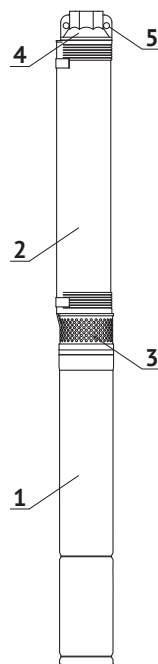

Рис. 1
Насос (рис. 1) состоит из электродвигателя (1) и проточной части (2). Корпус насоса выполнен из нержавеющей стали. Проточная часть — центробежного типа. Рабочие колеса — «плавающие», выполнены из высокопрочного, изностоустойчивого поликарбоната, обеспечивают продолжительный срок службы проточной части и уменьшают вероятность заклинивания при перекачивании воды с механическими примесями. Насос оборудован встроенным обратным клапаном.